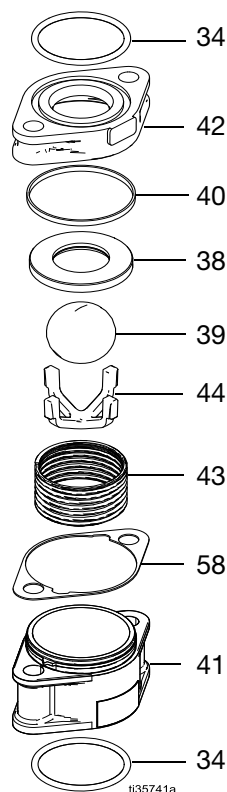

FIG. 9. Gruppo del corpo della valvola di ritegno
1. Posizionare la molla di compressione (43) nel corpo della valvola di ritegno (41).
2. Posizionare il fermo della sfera (44) nella molla (vedere FIG. 9 a pagina 12). Inserire la sfera (39) nel fermo della sfera (44).
3. Installare la sede della valvola (38) sulla sfera (39) assicurandosi che la smussatura sia rivolta in basso sulla sfera (39).
4. Applicare lubrificante sulla guarnizione della sede (40) e installare sull'alloggiamento della sede della valvola (42).
5. Posizionare l'alloggiamento della sede della valvola (42) sul corpo della valvola di ritegno (41) con i fori orientati a circa 90°. Esercitare una leggera pressione sull'alloggiamento della sede della valvola (42) e ruotarla, fino a bloccarla nel corpo della valvola di ritegno (41). I fori devono essere allineati insieme.
6. Applicare lubrificante su entrambi gli O-ring (34) e collocarne uno sull'alloggiamento della sede della valvola (42) e uno sul corpo della valvola di ritegno (41).
1. Applicare lubrificante all'O-ring (34) e posizionarlo nella sezione dei collettori della camera del soffietto.
2. Applicare Loctite® 243 rimovibile (blu) per l'intera lunghezza delle filettature sulle viti a brugola (45, 46). Installare due viti a brugola (45) con le rondelle (47) nei fori della flangia inferiore del collettore di ingresso e sul corpo della valvola di ritegno assemblato (41). Vedere FIG. 9 per un corpo valvola di ritegno assemblato.